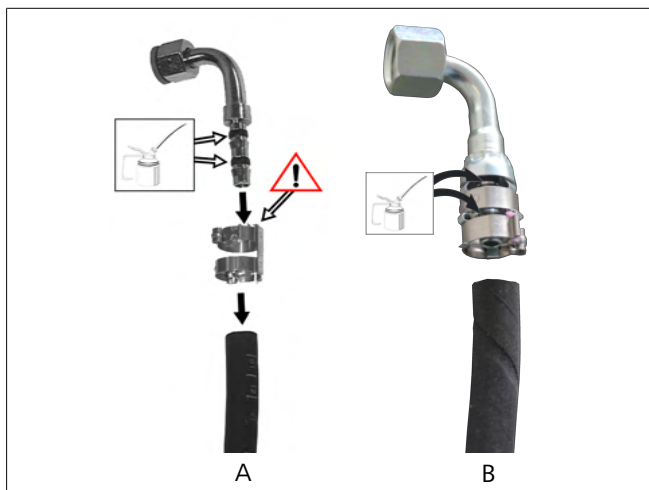

Fig. 19 Lubricar las conexiones
- Conexión con abrazadera independiente, véase la Fig. 19 A
- Conexión con abrazadera fija; este tipo es el que suministra Webasto como estándar, véase la Fig. 19 B